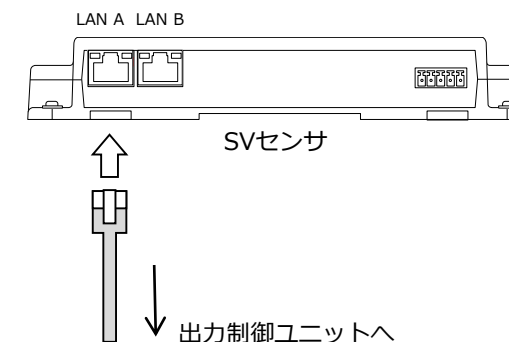

図3 モバイルパックMCのSVセンサへのLANケーブルの接続
- (1) モバイルパックMCのプラボックスと出力制御ユニットの収納ボックスを繋いでいる配線管に、設置用のLANケーブルを通す。
- (2) モバイルパックMCのSVセンサ下面のLANポートにLANケーブルを接続する。(図3)